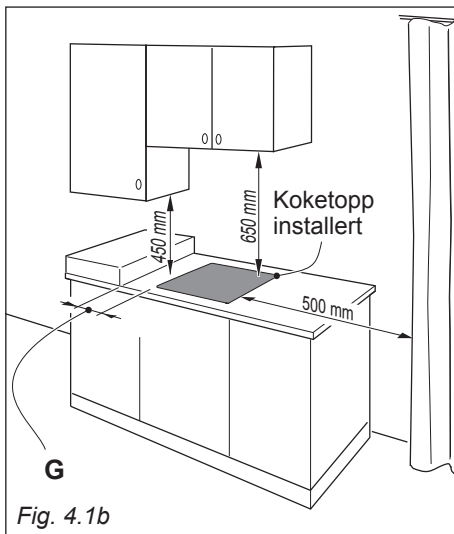

Fig. 4.1b
- Det skal være en min. avstand mellom overskap/ventilator og koketoppen på 650 mm iht. fig. 4.1b.